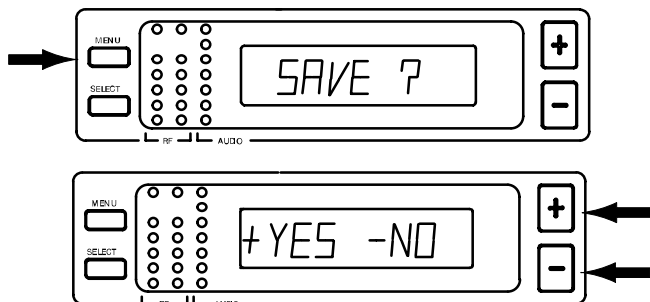

ABBILDUNG 24
6. Wenn die neue Bezeichnung ganz eingegeben ist, die MENU-Taste drücken. „SAVE?“ erscheint, gefolgt von „+ YES – NO“. Durch Drücken der „–“ Taste zur ursprünglichen Einstellung zurückkehren oder um die neue Bezeichnung zu speichern und zur Gruppen/Kanal/TV-Anzeige zurückzukehren (Abbildung 24).